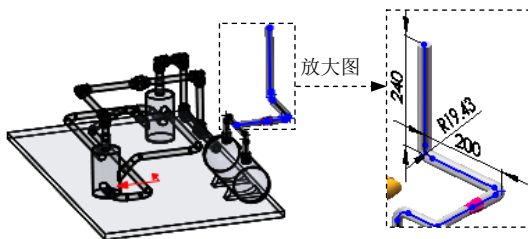

图 11.9.27 管道线路
Step5. 绘制线路。绘制图 11.9.27 所示的管道线路，并添加尺寸。